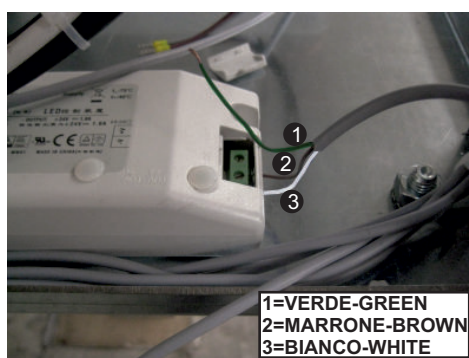

Fig.1
1. Togliere l'alimentazione elettrica, agendo sull'interruttore a protezione della presa e sfilando poi la spina dalla presa stessa. 2. Il condensatore si trova nella parte sottostante la vasca. 3. Con un pennello eliminare lo strato di pulviscolo dalle alette del condensatore. 4. Con l'aspirapolvere togliere la polvere residua. 5. Ripristinare l'alimentazione elettrica (Vedi Fig 1).
1. Use the power socket protection switch to switch off the power supply and then remove the plug from the socket. 2. The condenser is underneath the tank. 3. Use a paintbrush to remove the dust layer from the condenser fins. 4. Use a vacuum cleaner to remove any remaining dust. 5. Switch the power back on (see figure 1).
1. Schalten Sie den Strom ab, indem Sie den Schutzschalter der Steckdose betätigen und dann den Stecker aus eben der Steckdose ziehen. 2. Der Kondensator befindet sich im Bereich unter der Wanne. 3. Mit einem Pinsel den Staub von den Lamellen des Kondensators entfernen. 4. Mit einem Staubsauger den restlichen Staub beseitigen. 5. Stromversorgung wieder herstellen (siehe Abb. 1).
1. Schakel de elektriciteit uit door op de veiligheidsschakelaar van het stopcontact te drukken en vervolgens de stekker uit het stopcontact te halen. 2. De koelinstallatie bevindt zich in het gedeelte onder de bak. 3. Verwijder met een kwastje het stoflaagje op de ribben van de condensator. 4. Zuig het overige stof met een stofzuiger weg. 5. Schakel de elektriciteit weer in (zie fig. 1).
1. Bryt strömmen via huvudströmbrytaren och ta sedan ur stickkontakten ur vägguttaget. 2. Kondensatorn är placerad i behållarens underliggande del. 3. Avlägsna dammlagret från kondensorns flänsar med en pensel. 4. Dammsug bort resterande damm mellan flänsarna. 5. Koppla in strömmen igen (se fig. 1).
1. Frakobl strømmen ved hjælp af stikkontaktens beskyttelsesafbryder. Træk herefter stikket ud af stikkontakten. 2. Kondensatoren findes under kammeret. 3. Fjern støvlaget fra kondensatorens vinger med en pensel. 4. Fjern det overskydende støv mellem vingerne ved hjælp af en støvsuger. 5. Tænd igen for strømmen (Jvf. fig. 1).
1. Schakel de elektrische voeding uit middels de hoofdschakelaar en haal de stekker uit het stopcontact. 2. De koelinstallatie bevindt zich in het gedeelte onder de kuip. 3. Verwijder met een kwastje het stoflaagje op de ribben van de verdamper. 4. Verwijder met een stofzuiger het overige stof tussen de ribben. 5. Herstel de elektrische voeding (zie fig. 1).
1. Odciąć dopływ prądu, wyłączając włącznik i wyciągając wtyczkę z gniazdka. 2. Kondensator znajduje się pod wanną. 3. Pędzelkiem weliminować warstwę kurzu z łopatek kondensatora. 4. Odkurzaczem wciągnąć pozostały kurz. 5. Podłączyć do prądu (Patrz rys. 1).